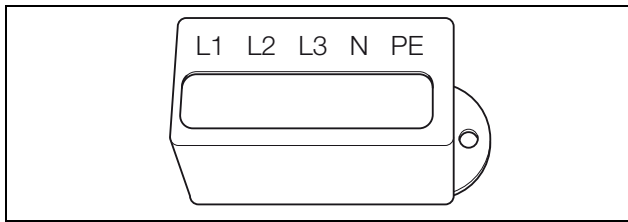

Abbildung 9: Versiegelungskappe für AC-Anschlussklemme
- Fädeln Sie die Versiegelungskappe (Abbildung 9) auf die Netzzuleitung. Die Versiegelungskappe ist in Italien vorgeschrieben.